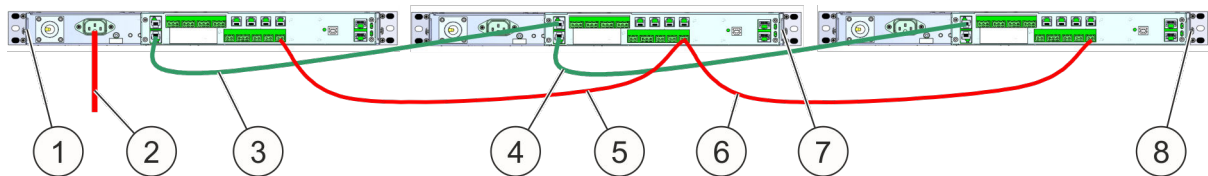

Fig. 53: Fornitura energetica e linea dati
1. ➤ Collegare l'alimentazione di rete (Fig. 53/2) di 100 – 240 V AC nel Master (Fig. 53/1).
2. ➤ Realizzare l'alimentazione di tensione (Fig. 53/5) tra Master e primo Slave (Fig. 53/7). Vedere anche Capitolo 3.3.7 "Alimentazione di tensione" a pag. 28.
3. ➤ Realizzare l'alimentazione di tensione (Fig. 53/6) tra Master e primo Slave (Fig. 53/8).
5. ➤ Collegare il cavo di collegamento *CAN-Bus (Master/Slave)* (Fig. 53/3) tra Master e primo Slave.
6. ➤ Collegare il cavo di collegamento *CAN-Bus (Master/Slave)* (Fig. 53/4) tra il primo Slave e il successivo Slave.